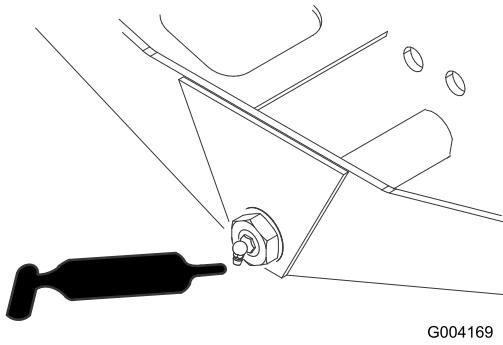

Figura 56
- Perno dello sterzo dell'assale (1) (Figura 56)